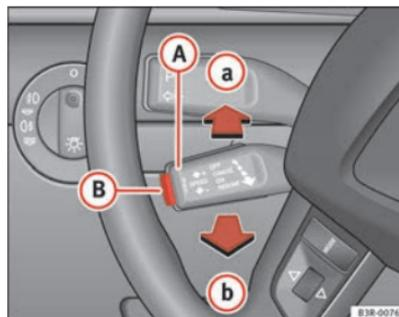

Fig. 141 Éléments de commande du régulateur de vitesse
- poussez le levier **(A)** ⇒ page 184, fig. 141 jusqu'en position **(a)** (sans le faire encliqueter).